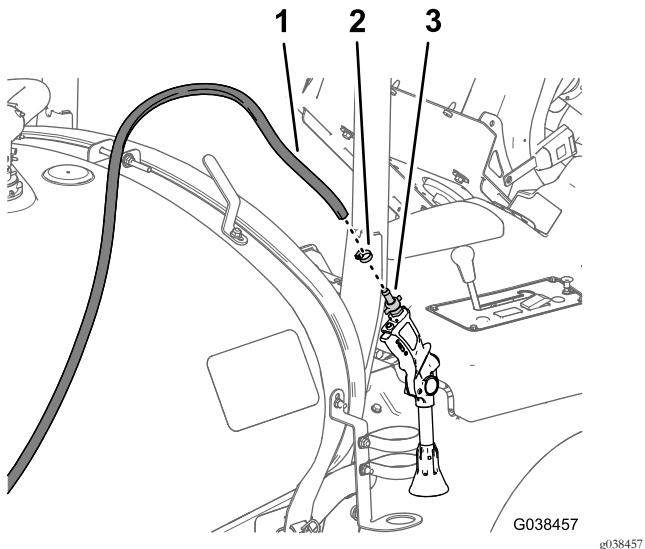

图94
7. 用软管夹611mm将在断开可选手喷枪杆套件(页码8)中卸下的喷枪倒钩图94安装到供水软管上。